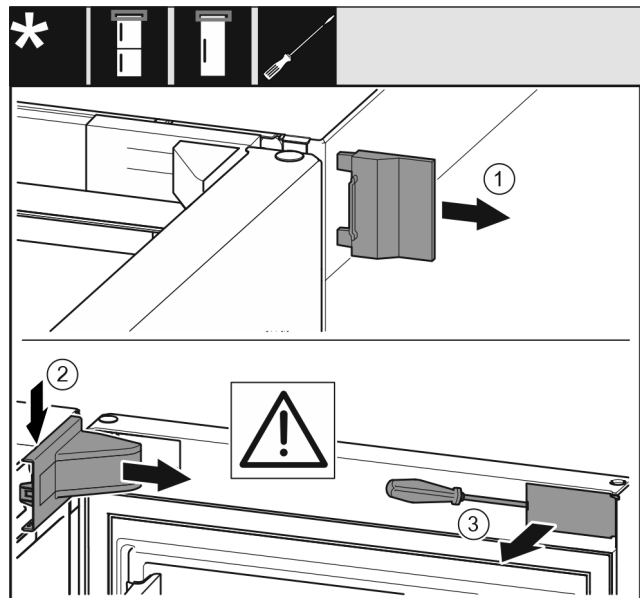

Fig. 8
- ▶ Ta bort det yttre skyddet. Fig. 8 (1)
- ▶ Haka av lagerbocksskyddet och lossa det. Ta bort lagerbocksskyddet. Fig. 8 (2)
- ▶ Lossa panelen med hjälp av en spårskruvmejsel och vrid den åt sidan. Fig. 8 (3)